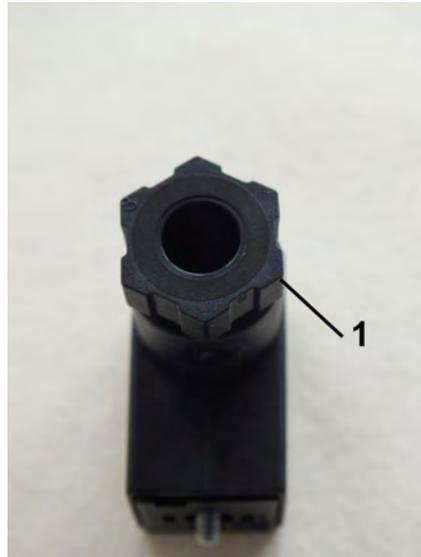

Abb. 23: Verschraubung lösen
4. ➤ Verschraubung (Abb. 23/1) durch Drehen nach links lösen
8. ➔ Verschraubung (Abb. 23/1) durch Drehen nach rechts wieder anziehen